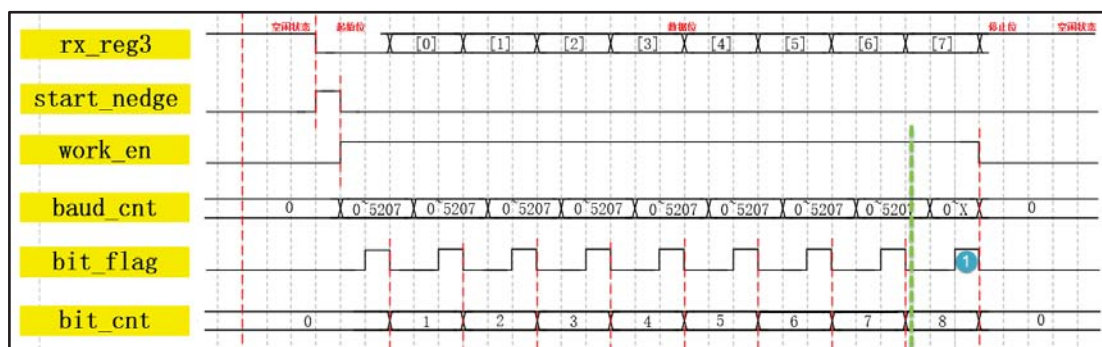

图 30-21 拉低 work\_en 信号波形图
讲到这里我们不要忘记第三部分的遗留问题，那就是 work\_en 信号何时拉低。如图 30-21 所示，当 bit\_cnt 计数器计数到 8 且①处的 bit\_flag 取数标志信号同时为高，说明我们已经接收到了所有的 8bit 有用数据，这两个条件必须同时满足时才能让 work\_en 信号拉低。如果仅仅把 bit\_cnt 计数器的计数值计数到 8 作为 work\_en 信号拉低的条件，而掉①处的 bit\_flag 取数标志信号为高这个条件，就会使 work\_en 信号在绿色虚线位置处拉低，导致最后 1bit 数据丢失，致使后面接收的帧出错甚至接收不到数据。